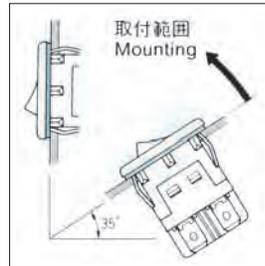

Fig.1.
- 水滴のかかる可能性のある場所を使用する場合は、水平面より35°以上傾けて取付けてください。(Fig.1.参照)
- Panels shall be positioned more than 35° aslant as in Fig. 1. where the switches are to be exposed to possible splash.